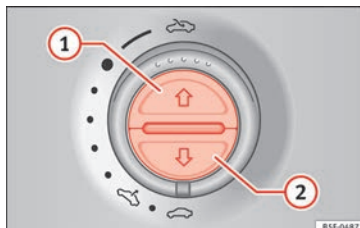

Fig. 139 En el revestimiento interior del techo: teclas para la persianilla parasol.
Abrir por completo (automáticamente):	Pulse la tecla » fig. 139 ① brevemente.
Detener el funcionamiento automático:	Pulse brevemente la tecla » fig. 139 ① o » fig. 139 ②.
Ajustar la posición intermedia:	Mantenga pulsada la tecla » fig. 139 ① o » fig. 139 ② hasta alcanzar la posición.
Cerrar por completo (automáticamente):	Pulse la tecla » fig. 139 ② brevemente.
- *Persianilla parasol:* dentro de 5 segundos, tras el disparo de la función antiaprisionamiento, pulse la tecla » fig. 139 ② hasta que la persianilla parasol se cierre por completo.